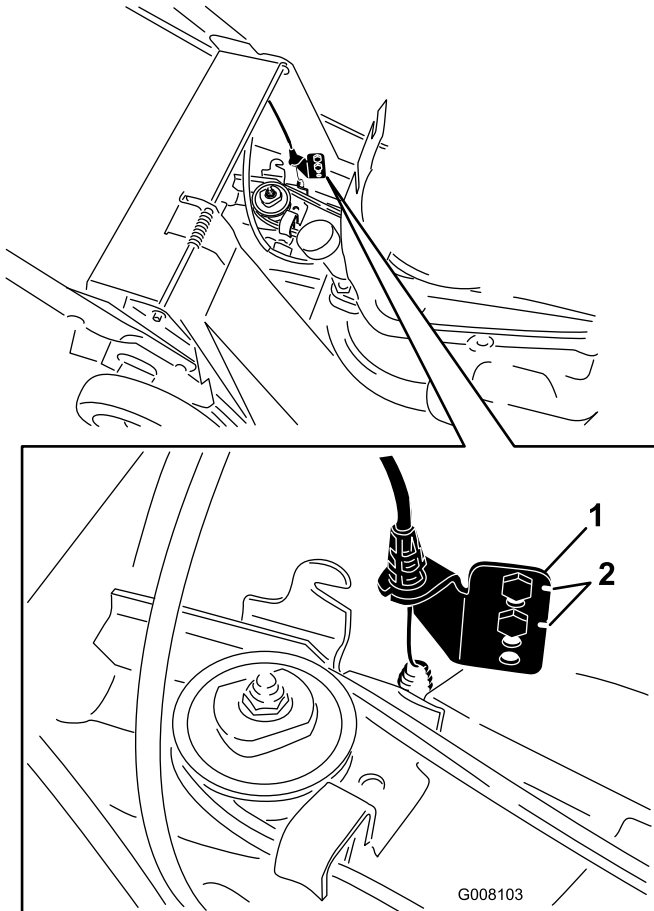

Bild 30
7. Nehmen Sie die Schrauben von der unteren Ankerhalterung ab (Bild 30).
8. Versetzen Sie die untere Ankerhalterung um ein Loch nach oben (Bild 30).
Hinweis: Wenn Sie einen neuen Riemen einbauen, schieben Sie die untere Ankerhalterung in die Originalwerksstellung, die durch die Kerben neben den Löchern in der Halterung angegeben wird (Bild 30).